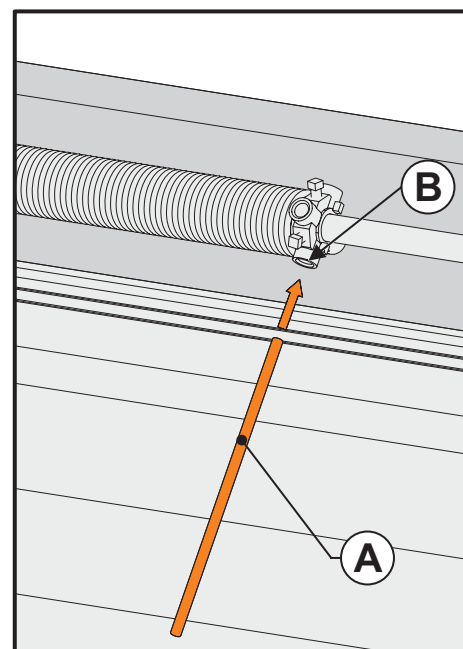

Figura 6a
- Insertar la barra (A) en el orificio (B) del tope de muelle, como se muestra en la figura 6a.